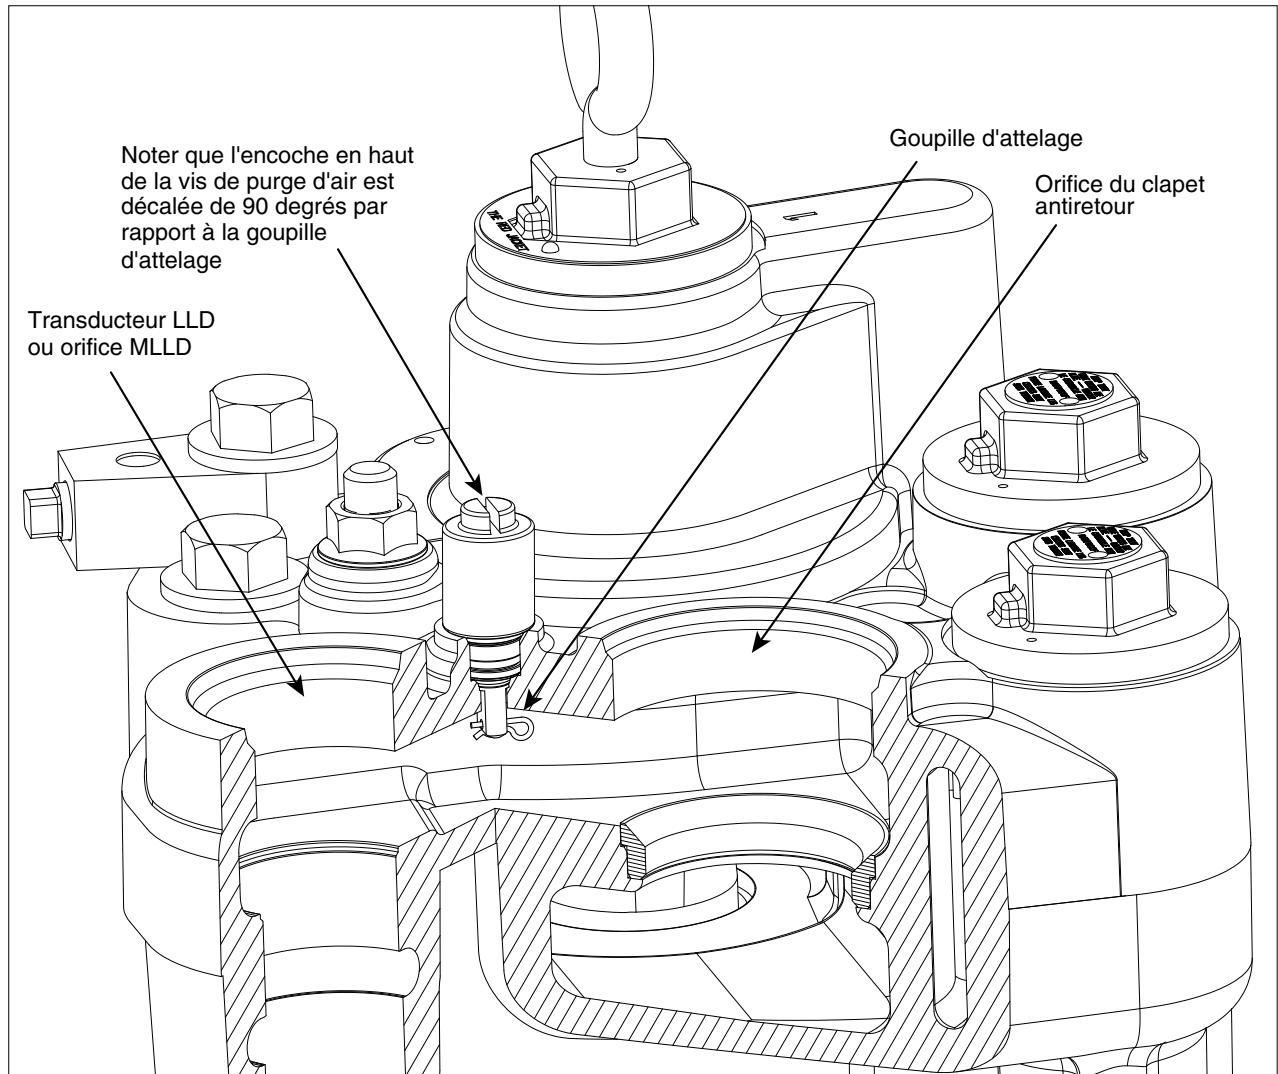

Figure 58. Localisation de la goupille d'attelage de la vis de purge d'air
6. La vis de purge d'air présente une goupille d'attelage placée en position horizontale pour limiter le déplacement de la vis (voir la Figure 58).